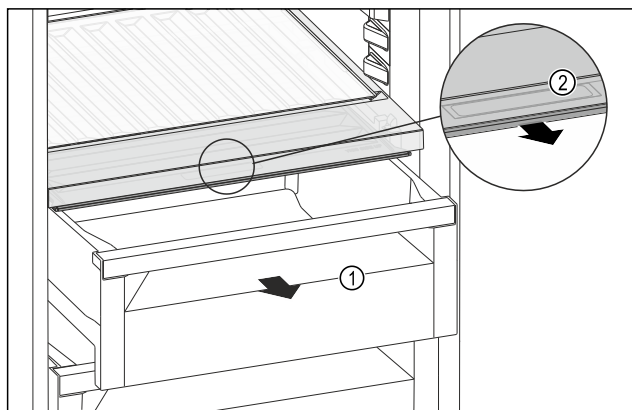

Fig. 120
- ▶ Zásuvku Fig. 120 (1) vytáhněte.
- ▶ Uchopte prohlubeň pro rukojeť Fig. 120 (2) na víku zásuvky a současně zatáhněte za víko zásuvky směrem dopředu.